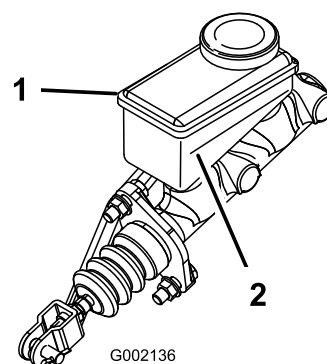

Figure 14
3. Observez le repère de niveau sur le côté du réservoir (Figure 14).
- B. Versez du liquide de frein DOT 3 dans le réservoir jusqu'à ce que le niveau dépasse le repère minimum (Figure 14).
5. Placez l'obturateur en caoutchouc au sommet du tableau de bord (Figure 14).